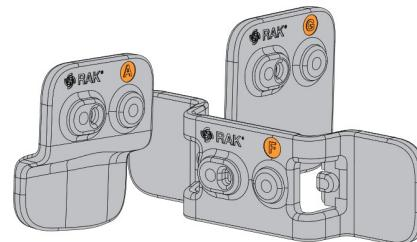
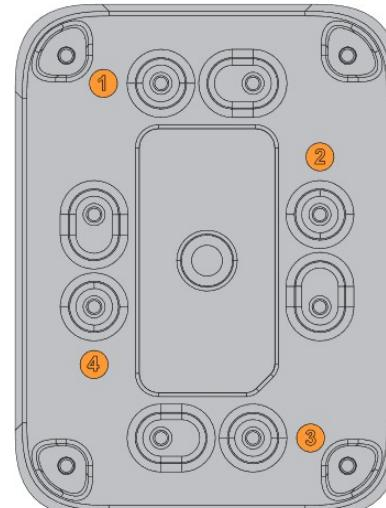

Abbildung 11: Mit Buchstaben gekennzeichnete Befestigungszubehörteile
Abbildung 12: WisBlock Unify-Gehäuse mit Zahlen gekennzeichnet
Jedes Befestigungszubehör ist mit einem Großbuchstaben gekennzeichnet, wie in **Abbildung 11** dargestellt, und jedes WisBlock Unify-Gehäuse verfügt über mehrere feste Positionen, die durch eine Zahlenkennzeichnung gekennzeichnet sind, wie in **Abbildung 12** dargestellt. Das kleine WisBlock Unify-Gehäuse verfügt nur über vier (4) feste Positionen.